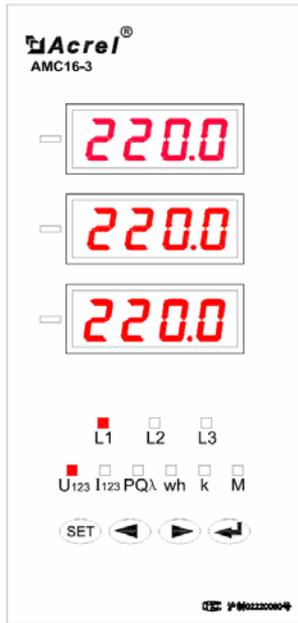

图 10
- 1) 图 10 显示的电参量从上到下依次为第 1 路三相负载的 A、B、C 三相电压值。